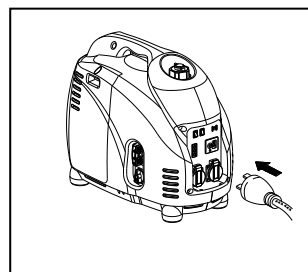

Fig.22
- Introducir el enchufe del aparato eléctrico dentro de la toma del grupo electrógeno (Fig.22).